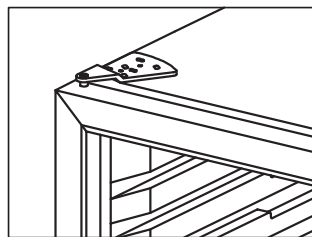

fig. 7.4
- Monter døren på bunnhengslet (8) på samme måte som den ble fjernet, og monter topphengslet igjen. Se fig. 7.4